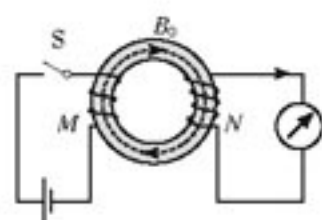

图4.3-3 判断线圈 $N$ 中的电流方向
**例题1** 法拉第最初发现电磁感应现象的实验如图4.3-3所示。软铁环上绕有 $M$ 、 $N$ 两个线圈，当 $M$ 线圈电路中的开关断开的瞬间，线圈 $N$ 中的感应电流沿什么方向？